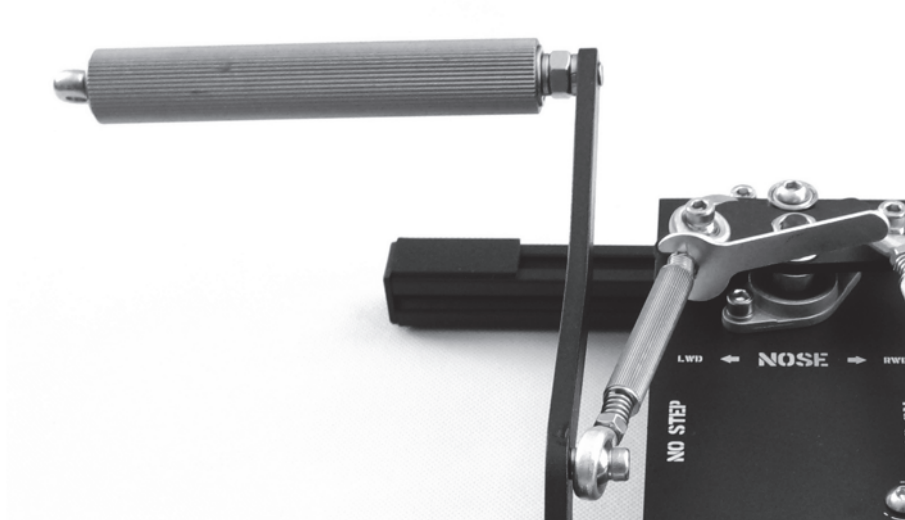

Рис. 2.1.
1. Ослабьте пружины синхронизаторов, открутив сжимающие их гайки прилагаемым ключом (рис. 2.1).